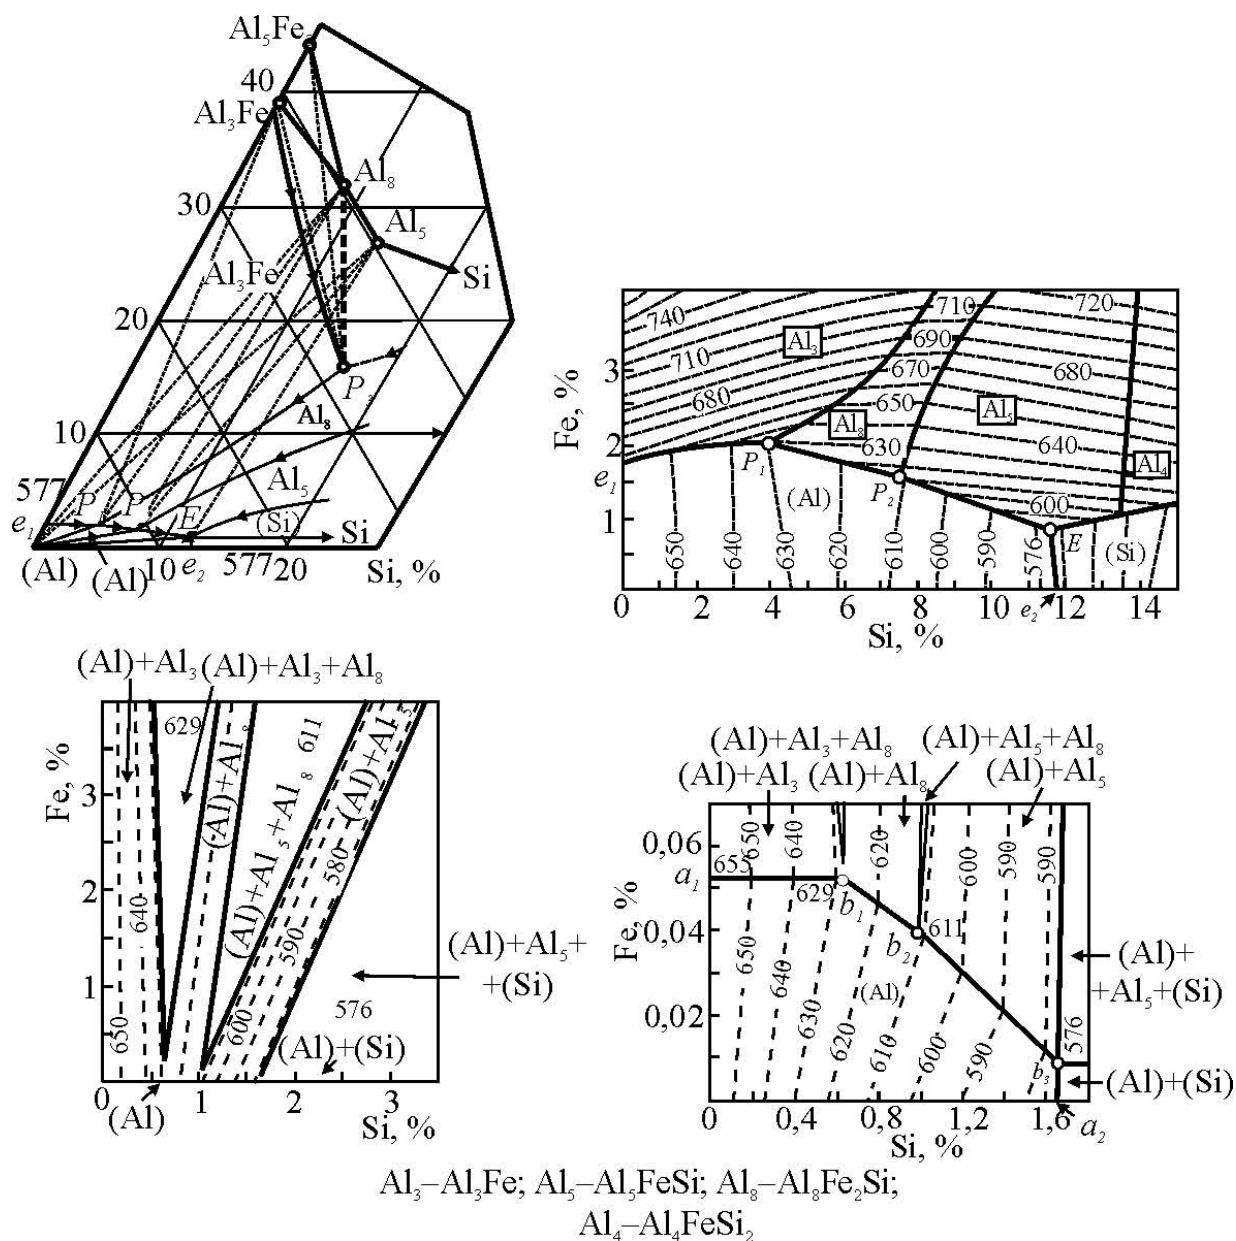

Рис.5. Диаграмма состояния системы Al-Fe-Si:
2. Определить фазу, с которой начинается кристаллизация сплава Al-8%Si-3%Fe (обосновать ответ) – рис.5.
2. Оценить температуру солидуса сплава Al-7,5%Si-2%Fe (обосновать ответ) – рис.5.
2. Оценить состав первой капли жидкости при нагреве сплава Al–2%Si–3,5%Fe (обосновать ответ) – рис.5.
2. Определить фазу, с которой начинается кристаллизация сплава Al–4%Si–2,5%Fe (обосновать ответ) – рис.5